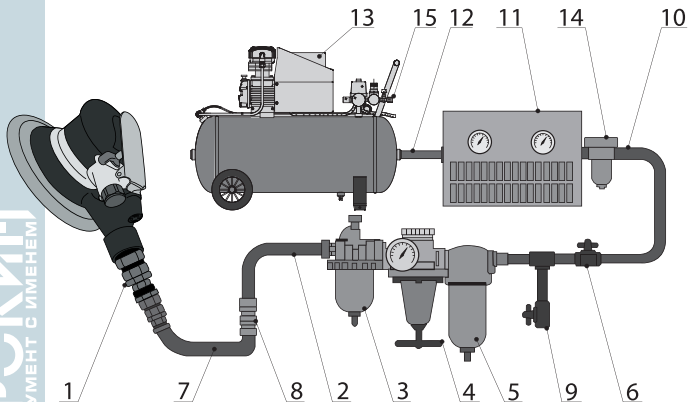

Рисунок 2 – Схема подключения пневматики
4. Производите очистку воздушного фильтра каждую неделю. Рекомендованная схема подключения приведена на рис. 2.